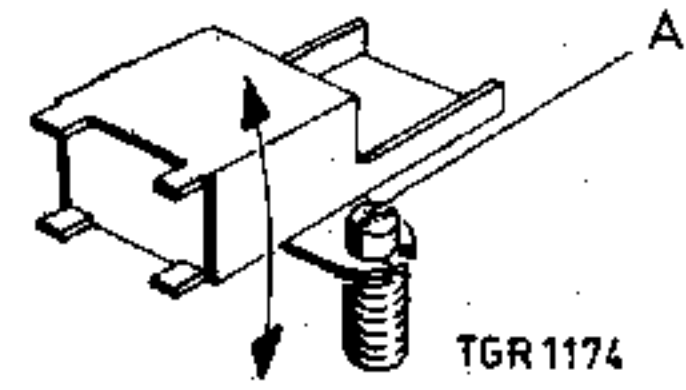

Fig. 7
- . Regel af op maximum uitgangsspanning met schroef A (fig. 7).